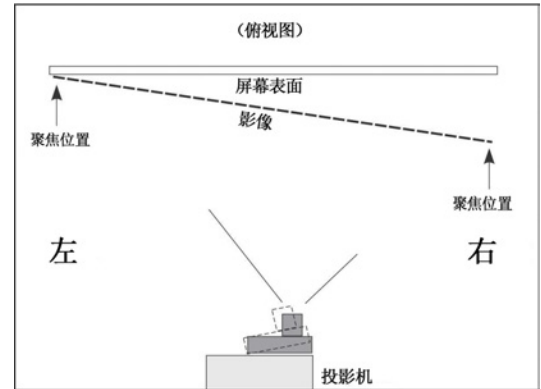

图 2-28 俯视图（演示视轴未校正）
4. 使用框架测试图像，在 *ILS Adjust*（ILS 调整）窗口（请参阅图 2-28）中根据需要单击上/下/左/右按钮来调整偏移，以便在屏幕上显示正确的影像。注：**1)** 您也可按住按钮以进行连续移动。
3. 使用 **I LS Adjust**（I LS 调整）窗口（图 2-28）上的逆时针按钮调整焦距，使镜头缩回。观察屏幕左边缘的影像，直到其清楚聚焦。如果屏幕左边缘的影像聚焦效果良好，但右边缘聚焦效果不好，则需确定右侧聚焦在屏幕的前方还是后方。如果整个屏幕都聚焦良好，请跳至步骤 7。